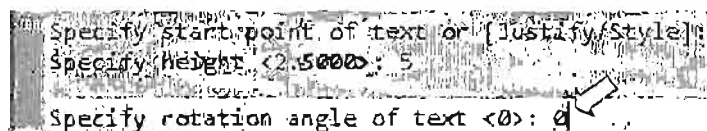

Рис. 2.23. Диалог в командной строке при выполнении команды Text
1. Щелкните на кнопке Single Line Text (Однострочный текст). В командной строке появится запрос на ввод начальной точки или опции (рис. 2.23)